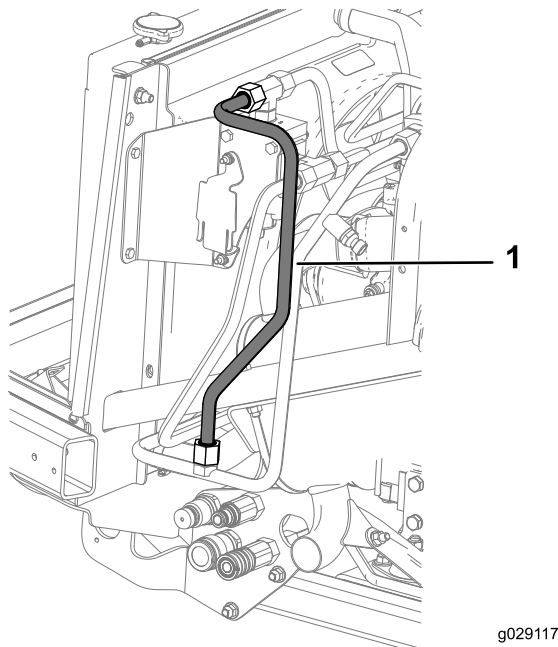

Figura 26
6. Instale el tubo hidráulico E desde el tubo hidráulico H hasta el acoplamiento adaptador en T (5/8" macho) en el conjunto del colector derecho, como se muestra en Figura 26.